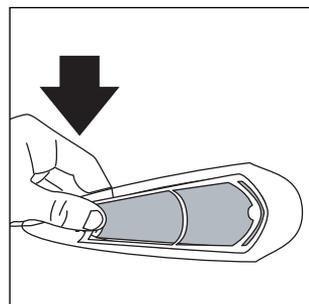

Fig. 17
- 2) Premere alla base del telaio nella parte inferiore della griglia (fig. 17).